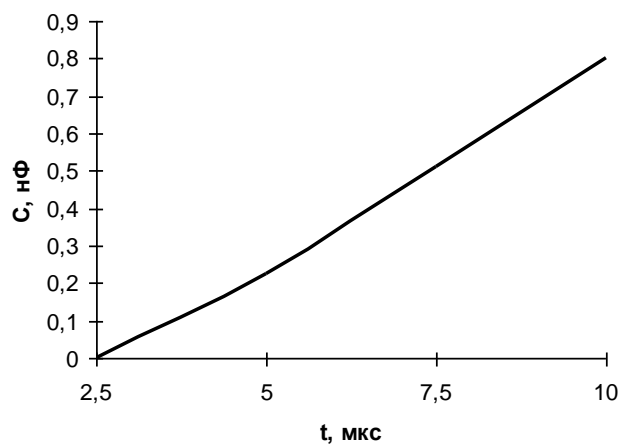

Рисунок 9 – График зависимости длительности задержки срабатывания защиты по ненасыщению от номинала ёмкости  $C_{trip}$
**Ttrip** – вывод подключения конденсатора настройки длительности задержки срабатывания защиты по ненасыщению, см. рисунок 9.